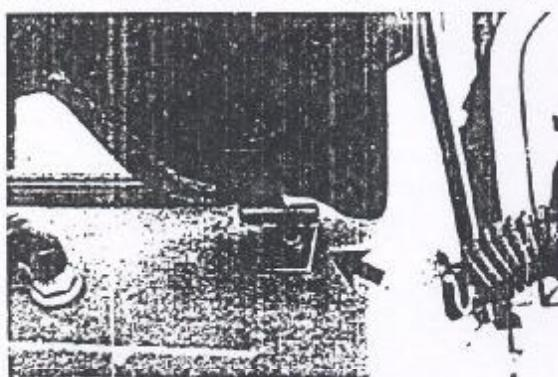

Figura 8.23.3 - Fixação das dobradiças do capuz
- Remover os parafusos de fixação do capuz do motor à carroceria e remover o conjunto do capuz (Figura 8.23.3).